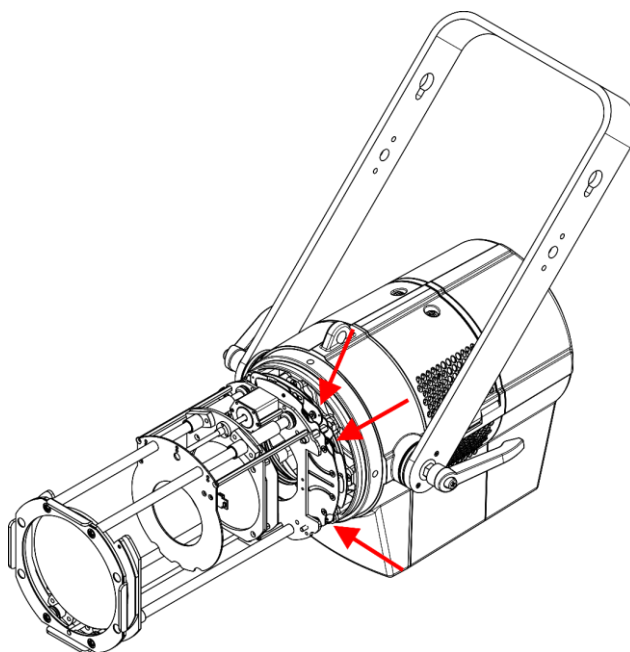

Fig. 09
02) Spostare i controlli dell'otturatore per posizionare gli otturatori (Fig. 09). Ci sono 6 controlli otturatore (2 per otturatore).